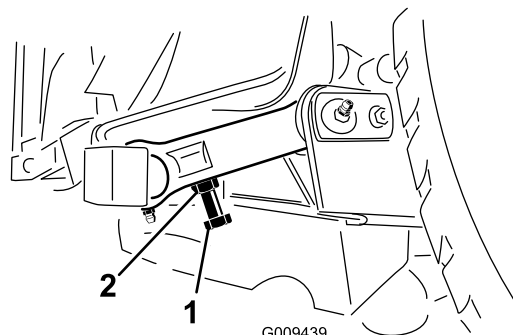

Bild 28
3. Sie können den Abstand mit der Einstellschraube am hinteren Gelenkverbindungsteil des Mähwerks einstellen (Bild 28). Lösen Sie die Klemmmutter an der Einstellschraube. Lösen oder ziehen Sie die Einstellschrauben an, bis ein Abstand von 10 bis 16 mm erreicht ist. Ziehen Sie dann die Klemmmutter fest.